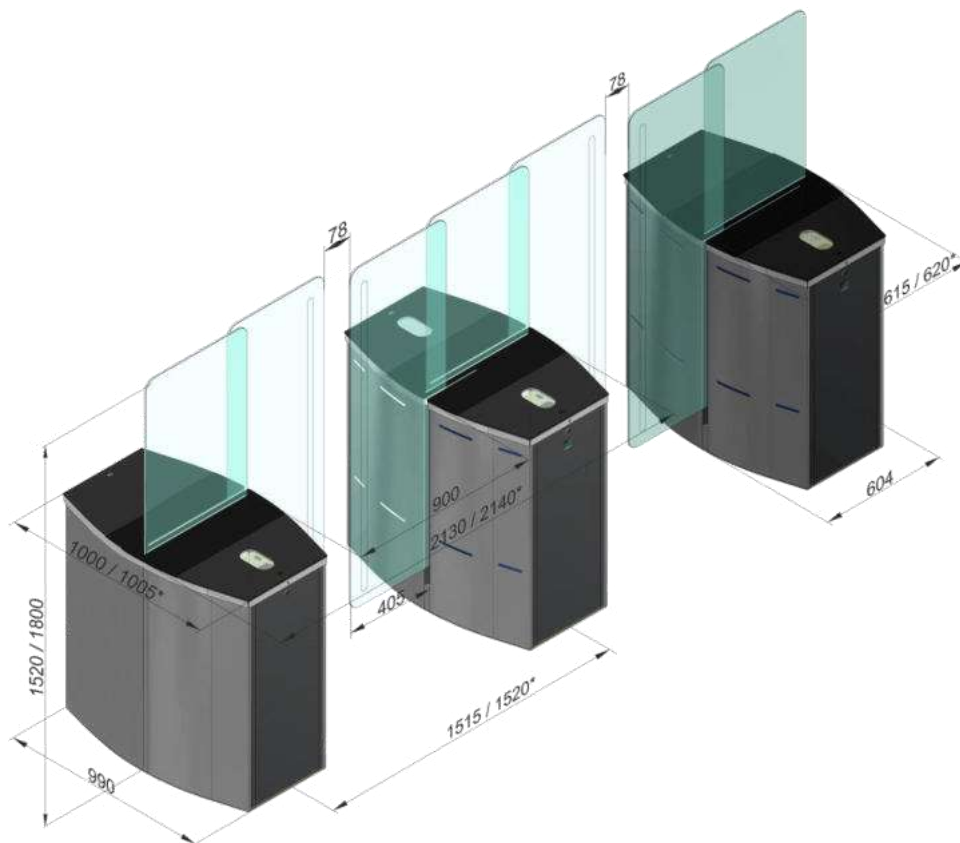

Рис. 2 – Габаритні розміри групи турнікетів
*габарит турнікету зі скляною стільницею більше на 5 мм При замовленні турнікету з кількістю проходів більше двох (см.Рис.2): $W_{\text{заг}} = 1515 \cdot s + b$ при s – кількість проходів «standart» на 900 мм ; b - ширина кришки 615 мм (620 мм для скляної стільниці); Приклад підрахунку розміру $W_{\text{заг}}$ для двохпрохідного = $1515 \cdot 2 + 615$ (або 620) = 3645 мм (або 3650 мм)